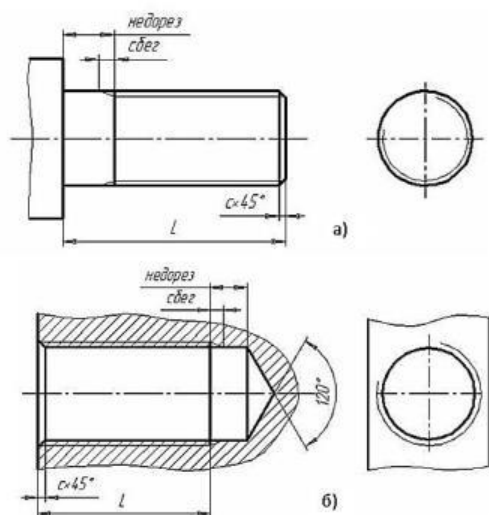

Рис. 127. Изображение резьбы с указанием элементов резьбы:
**Фаска** – это скошенная кромка стержня или отверстия. Размер фаски по ГОСТ 2.307-68 обозначается одной размерной линией с указанием высоты фаски с и угла наклона  $45^\circ$  образующей или плоскости среза (рис. 127).